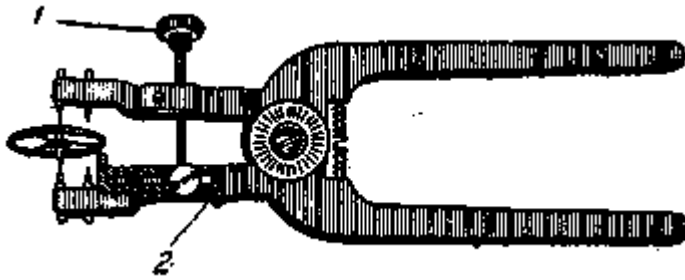

Рис. 85. Циркуль для определения биения баланса и колес:
2. Специальный циркуль с приспособлениями для проверки баланса в обоих случаях (рис. 85), т. е. на плоскостное и радиальное биение.